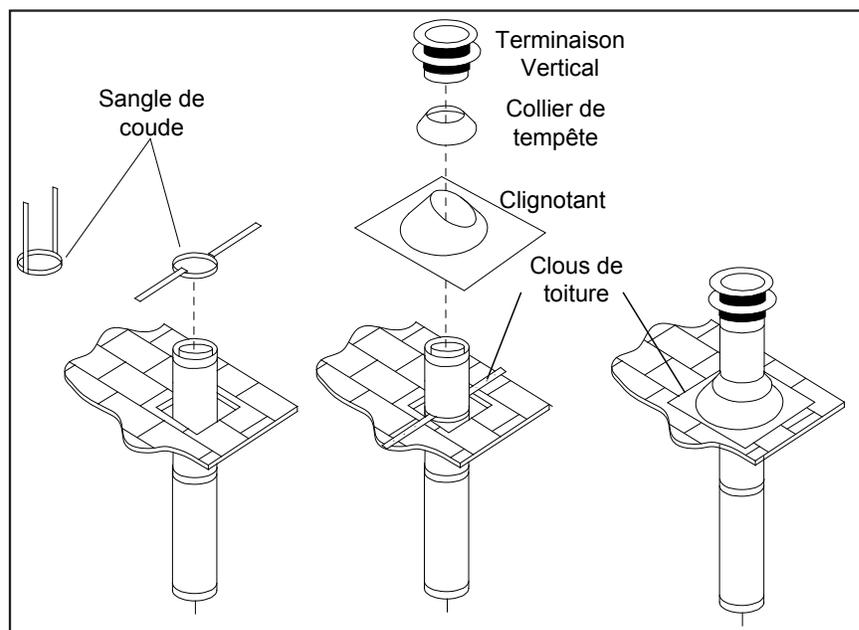

Figure 37. Terminaison d'Évent Vertical
Étape 3. Pour installer la boîte de support ronde / le coupe-feu mural dans un plafond plat, coupez un trou carré de 10 po (25.4 cm) dans le plafond, centrée sur le trou percé dans l'étape 2. Encadrez le trou comme dans la figure 37.
- Étape 6.** Une fois que les sections de conduit ont été joints et passent par le trou dans le toit, faites passer une sangle de coude par-dessus les sections exposées, pliez les sangles du support vers l'extérieur, et poussez la sangle au niveau du toit, comme démontré dans la figure 37. Serrez autour de la section de conduit. Utilisez un niveau à bulle pour s'assurer que le conduit est parfaitement vertical. Avec des clous de toiture, fixer les sangles de support au toit. Scellez les trous des clous avec du mastic non-durcissant. Tailler le surplus des sangles de support qui dépassent le solin. .
- Étape 9.** Passez le collet de solin par-dessus le conduit et poussez-le vers le toit comme dans la figure 37. Utilisez le mastic non-durcissant sur le joint entre le conduit et le solin.